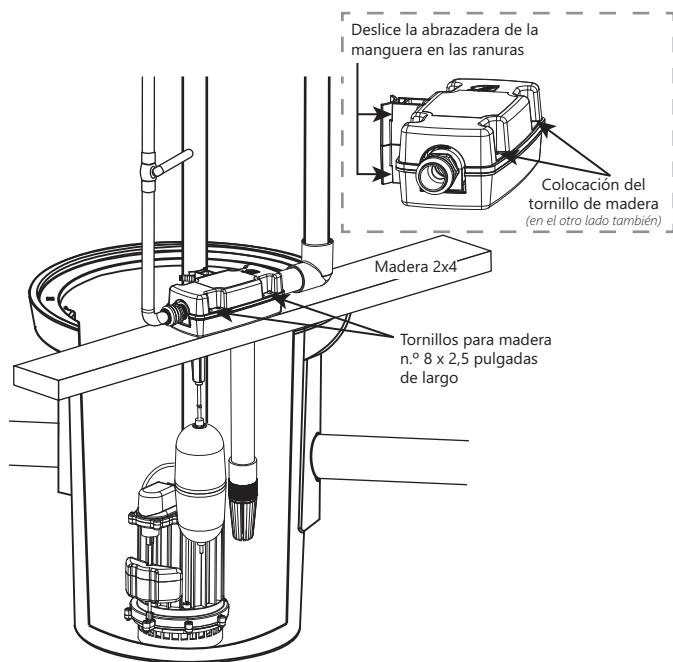
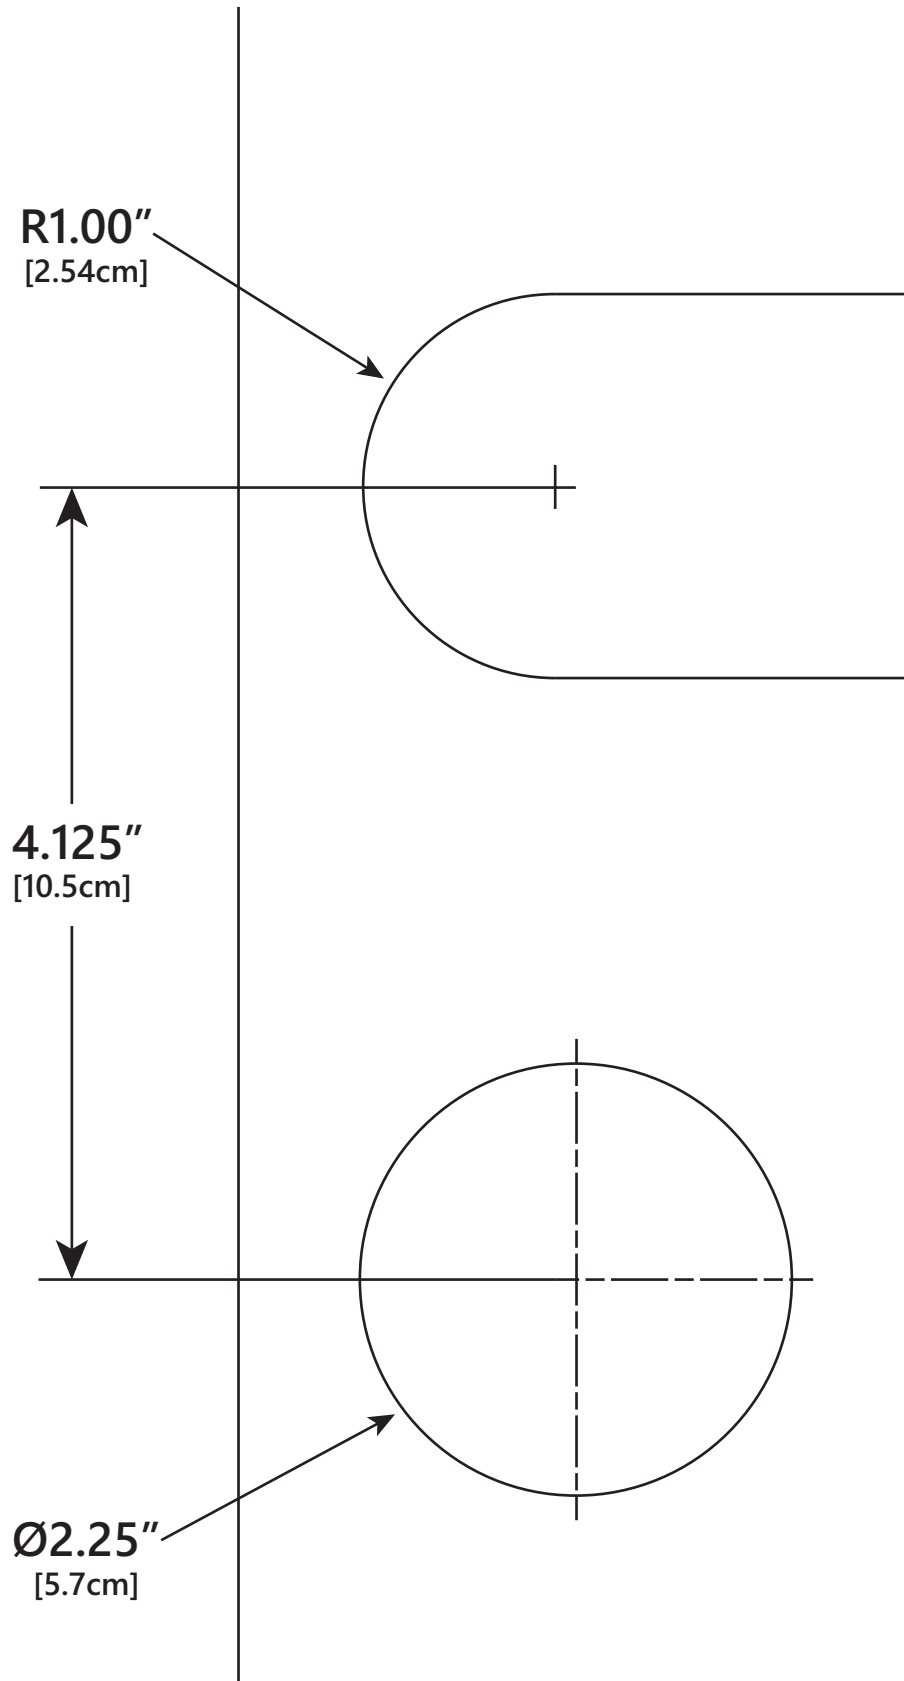

Figura 3. Instalación alternativa de SumpJet
Figura 4. SumpJet plantilla de orificios
9. Si se debe cubrir el sumidero, será necesario agregar orificios y ranuras adicionales para acceder al tubo de succión y la varilla flotante de SumpJet. Consulte la plantilla provista en la Figura 4.
10. Si el SumpJet no se puede montar en la tubería de descarga de la bomba de sumidero principal, se puede usar una pieza de madera para montar el SumpJet. Corte los agujeros según la Figura 4. Hay cuatro orificios para tornillos para sujetar el SumpJet a la madera. Use tornillos para madera n.º 8 x 2,5" de largo. Consulte la Figura 3.